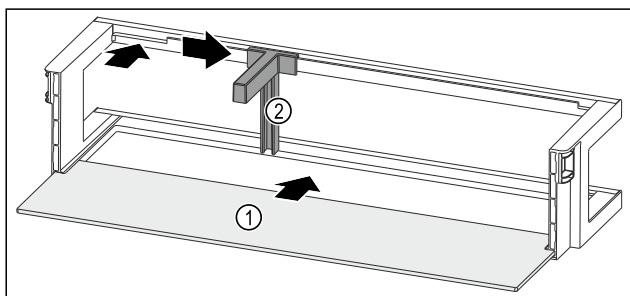

Fig. 206 Odkladací priestor vo dverách s odkladacou plochou
- Zasuňte odkladaciu plochu Fig. 206 (1) do bočných vybrání.
- Vložte držiak fliaš Fig. 206 (2) do vybrania.
- Potlačte držiak fliaš Fig. 206 (2) v požadovanej polohe do strany.